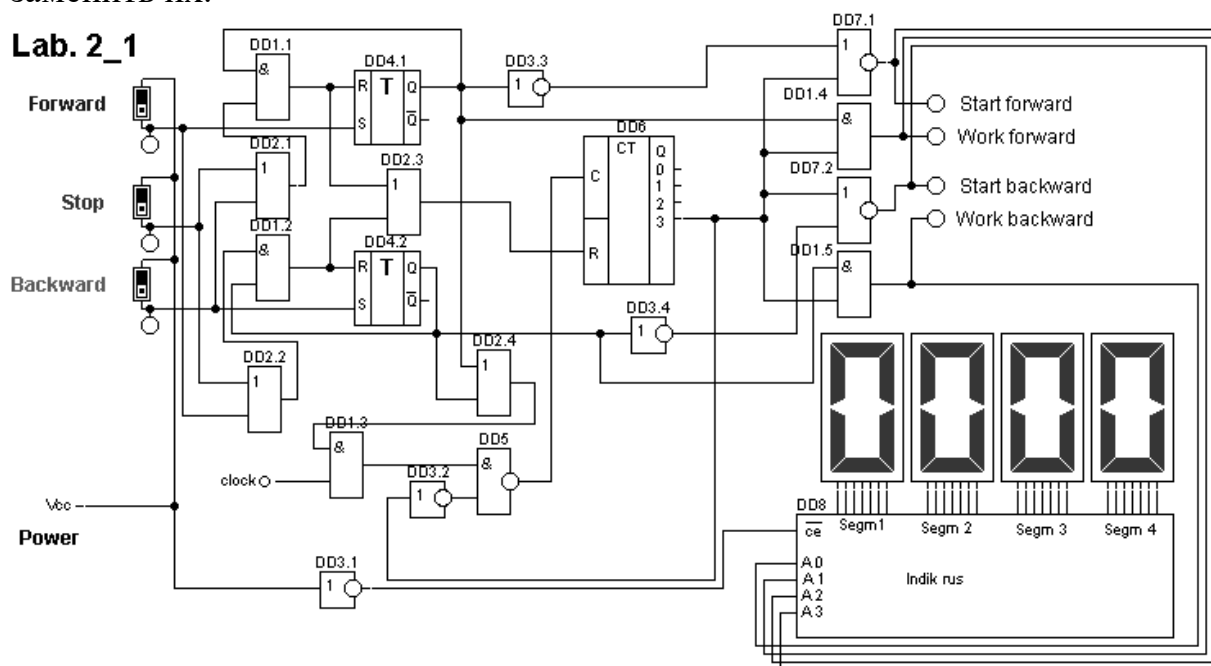

Рис. 13 Принципиальная схема управления электродвигателем
1. Разобраться в функционировании работы схемы пуска электродвигателя (рисунок 13)